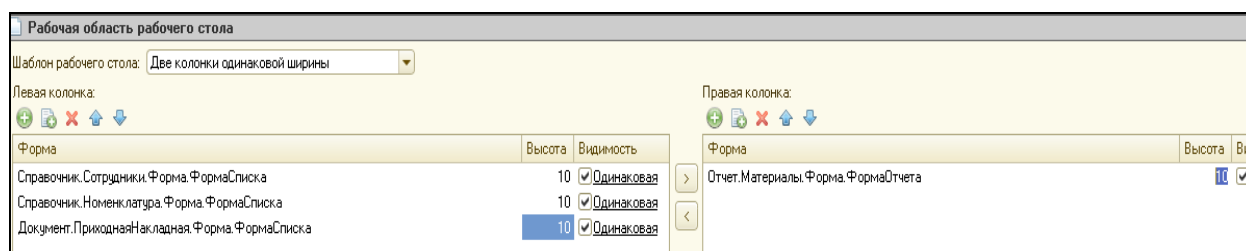

Рисунок 10.10 Настройка рабочей области рабочего стола
5. Кнопкой добавить выбрать формы списков доступных справочников. В правую колонку вставить форму отчета (рис.10.10).